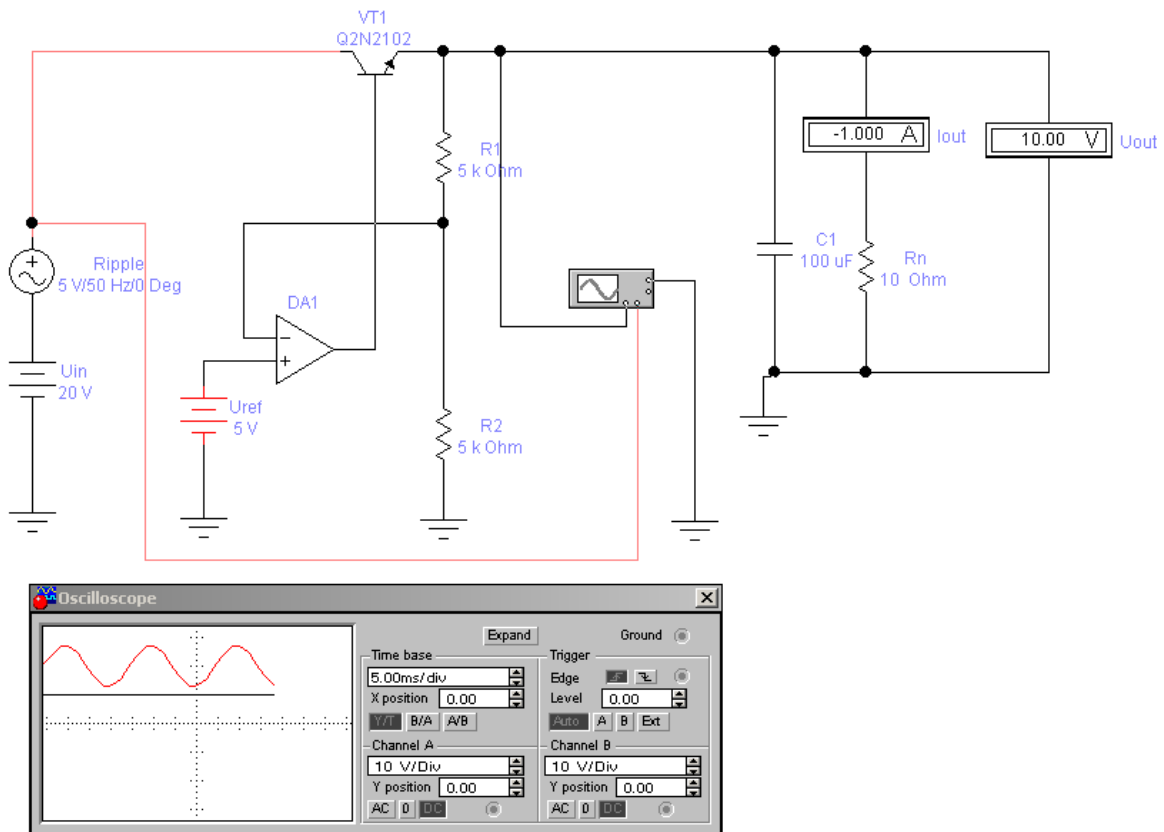

Рисунок 4 - Принципиальная схема стабилизатора для моделирования
На рис. 4 приведен пример схемы стабилизатора, соответствующего приведенному описанию. Стабилизатор содержит регулирующий элемент на транзисторе VT1 и схему сравнения, совмещенную с усилителем отклонений на операционном усилителе DA1. Источник опорного напряжения моделируется гальваническим элементом U_{ref} .
2. Собрать схему (рис. 4) для исследования в среде EWB, рассчитав параметры примененных компонентов.